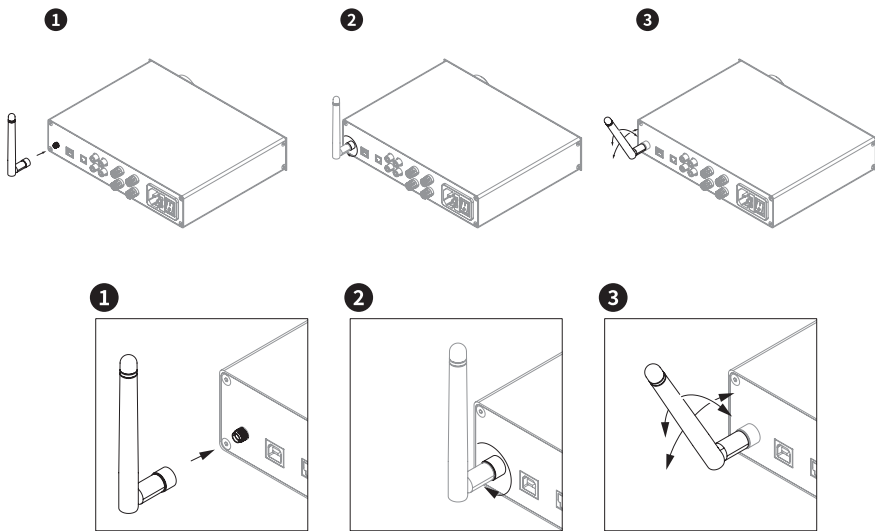

图 6.HA200 BT - 安装 BT 天线。
使用合适的扬声器线缆将您的 HiFi 扬声器连接到 HA200 BT HiFi 立体声功放。❶ 将高保真扬声器的负 (-) 接口连接至 HA200 BT 功放器输出 (Speaker Out) 的负 (-) 接口 (图 6 显示了右输出为例)。❷ 将高保真扬声器的正 (+) 接口连接至同一功放器输出的正 (+) 接口。用同样的方法将第二个高保真扬声器连接到第二个扬声器输出端。